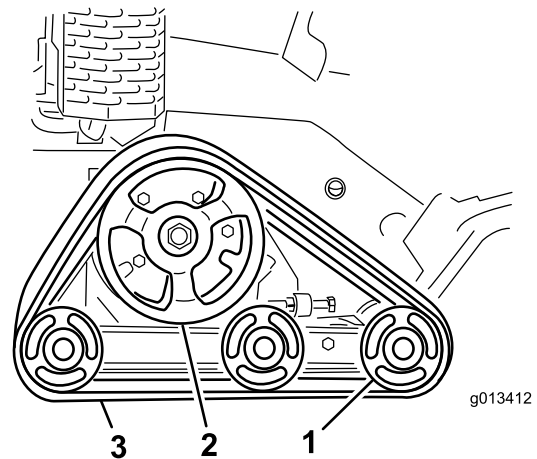

Figura 41
**Important:** Aveți grijă să curăai complet roile de rulare i roata de ghidaj (Figura 41). Roile de rulare trebuie să se poată roti liber atunci când sunt curate.